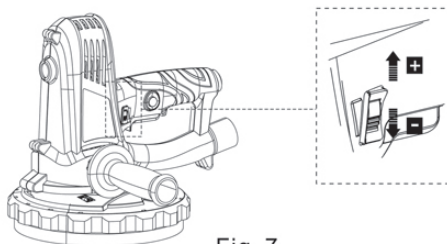

Fig. 7
- > Limitează viteza maximă utilizând selectorul de viteză (2) (Fig. 7).
- > Rotiți selectorul de viteză (2) în sens sus pentru a crește viteza maximă. O setare mai mare este adecvată pentru șlefuirea cu șmirghel cu granulație fină, pentru obținerea unui finisaj superior.
- > Rotiți selectorul de viteză (2) în sens jos pentru a reduce viteza maximă. O setare mai joasă este adecvată pentru șlefuirea cu șmirghel grosier pentru îndepărtarea ipsosului și a petelor de apă de pe suprafața de lucru.